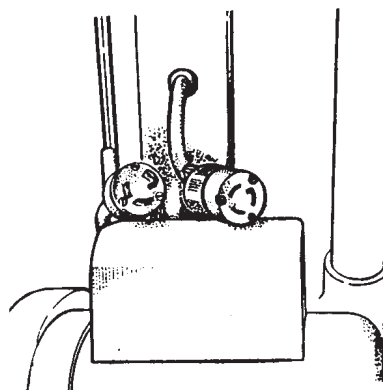

Figura 7
- 5 Conecte el cable flexible de la manija al cable del motor. Alinee la clavija de tierra, insértela y tuérzala. (Figura 7)